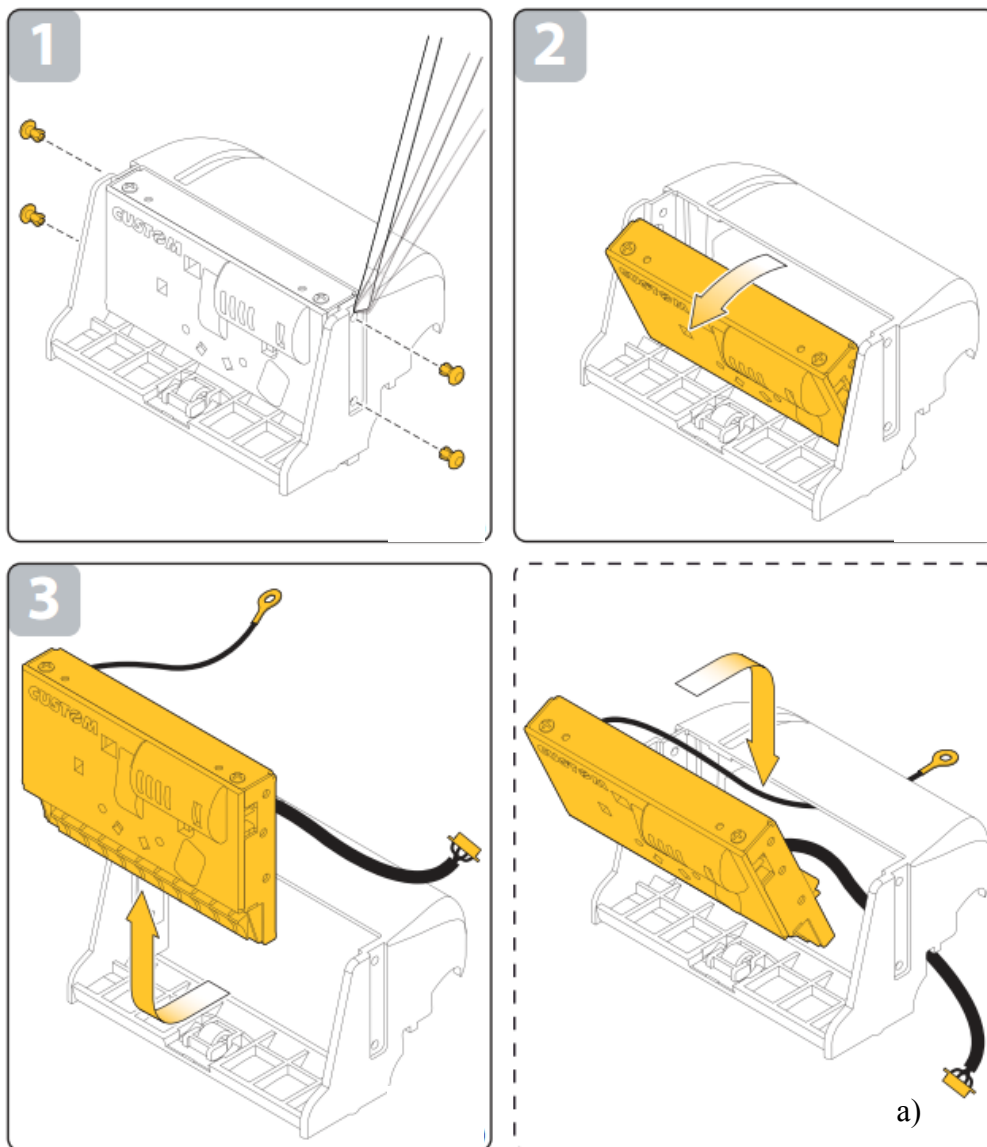

Рисунок 5.12 - Отсоединение механизма автоотрезки
- вставить кабель автоотрезки и кабель "земля" в шасси, как показано на рисунке (Рисунок 5.12 а));
- вставить механизм автоотрезки в шасси (Рисунок 5.12 а)).